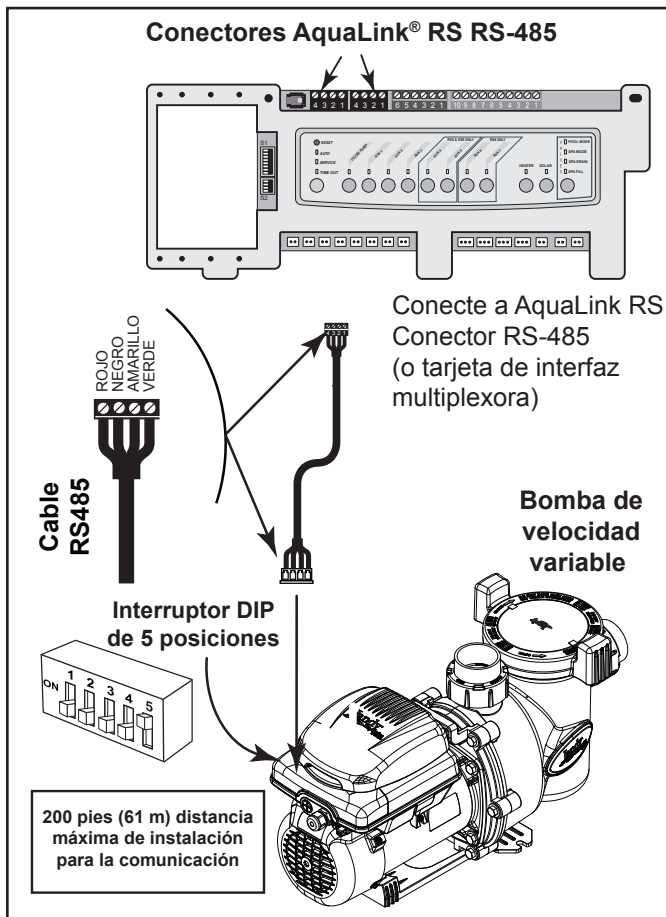

Figura 7. Cableado del controlador AquaLink RS o AquaLink PDA a la bomba VS-FHP1.0
en la posición “ON” (encendido). Véase Figura 7.
6. Conecte el cable nuevo RS-485 del AquaLink a través del aditamento de compresión disponible y pase el cable conductor tetrafilar a través del puerto roscado de la unidad del motor que esté más cerca al conector. Figura 7.
7. Conecte el otro extremo del cable al conector RS-485 en el AquaLink® RS (o tarjeta de interfaz multiplexora), haciendo coincidir los colores de los alambres con las posiciones del conector de la siguiente manera: 1-rojo, 2-negro, 3-amarillo y 4-verde. Véase Figura 7.
3. Retire los seis (6) tornillos para desconectar el controlador de velocidad variable de la base del controlador en el motor de la bomba VS-FHP1.0.
5. Destornille los cuatro (4) terminales del conector y desconecte los alambres del conjunto de cables del motor.
7. Asegure la cubierta del bolsillo y la junta con seis (6) tornillos a la base del controlador de velocidad variable en el motor.
8. Retire un (1) tornillo y la cubierta de acceso para completar las conexiones eléctricas al motor.
10. Prepare el cable e inserte otro conector de 4 pines asegurándose de que los colores del alambre concuerden con la Figura 7.
13. Verifique que la configuración del interruptor DIP concuerde con la Figura 7.